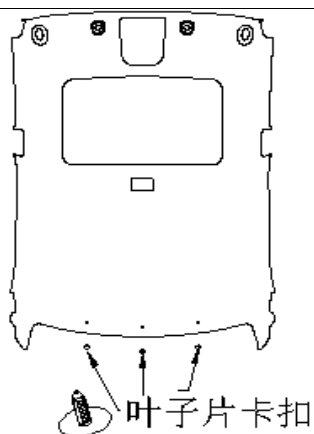

图 1.12.1 顶棚拆卸示意图
①、所有拆装必须十分清楚产品结构, 避免在拆卸中出现意外情况;
②、所有用一字螺丝刀撬开的操作必须在螺丝刀头缠柔性胶带以避免损伤产品表面。
③、顶棚的拆卸和安装按步骤 (1)、(2) 进行;
(2)、找到顶棚后部的 3 个安装卡扣的位置 (见上图 1.12.1), 用一字螺丝刀将其从顶盖上撬脱, 即可卸下顶棚。